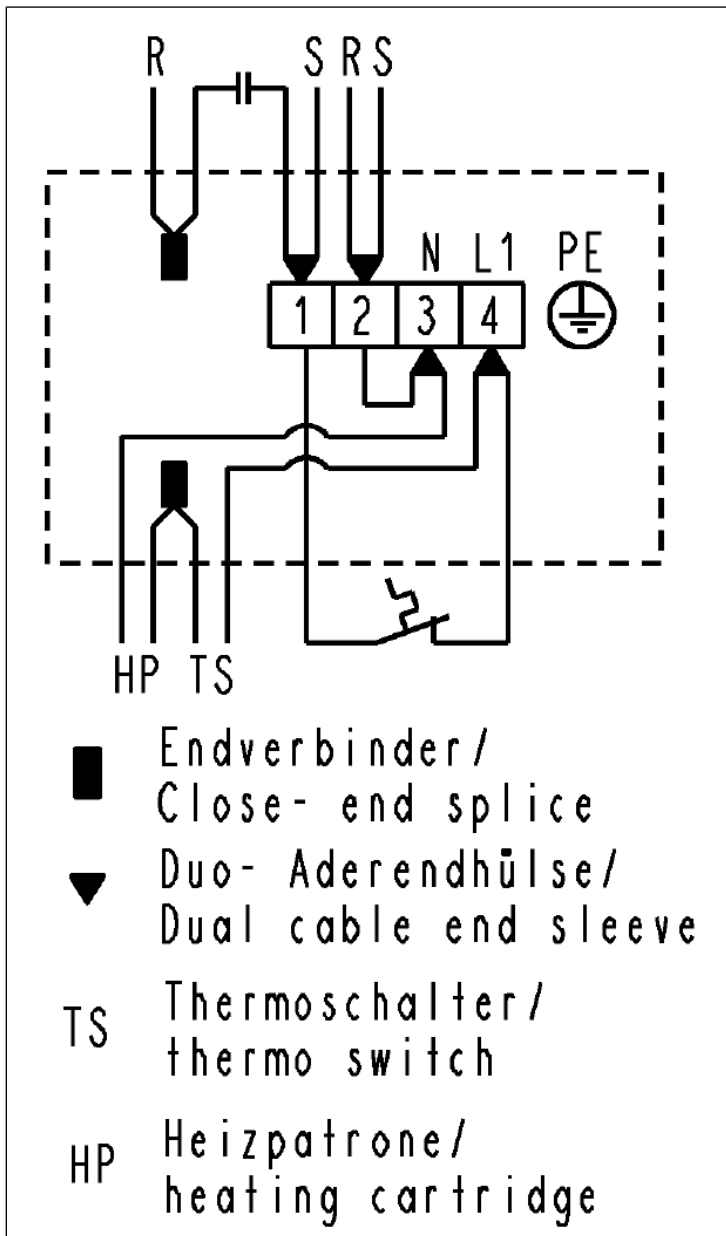

Abb.7: Elektrische Verschaltung der .11-Ausführung
5. Schließen Sie das Netzkabel an den Anschlüssen L 1 und N der Lüsterklemmen an (siehe Abb. 7).